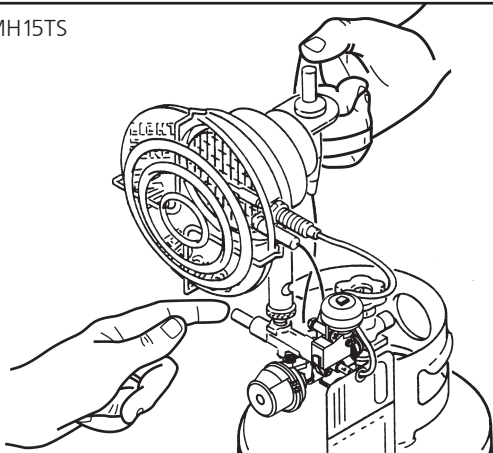

Figure 5
- ALLUMEUR EN OPTION :** Pour allumer l'appareil de chauffage, mettez une allumette à l'intérieur du trou situé à l'arrière du réflecteur marqué « light here » (allumer ici) (voir la figure 5). Ensuite, appuyez sur le bouton de la vanne d'arrêt à fermeture automatique. Lorsque l'appareil de chauffage est allumé, continuez à maintenir le bouton de la vanne d'arrêt à fermeture automatique pendant 30 secondes puis relâchez lentement le bouton. **MISE EN GARDE :** N'APPUYEZ PAS SUR LE BOUTON DE LA VANNE AVANT D'Y AVOIR INSÉRÉ L'ALLUMETTE ALLUMÉE. NE VOUS TENEZ JAMAIS DEVANT L'APPAREIL DE CHAUFFAGE LORSQUE VOUS L'ALLUMEZ. RÉPÉTEZ L'ÉTAPE « D » POUR CHAQUE BRÛLEUR.